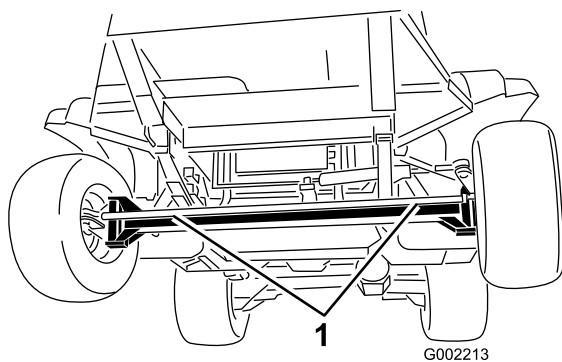
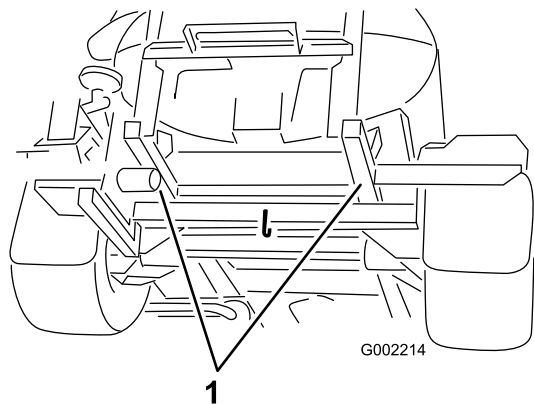

Figura 58
Figura 59
4. Applicare un cavo di traino al telaio; fate riferimento ai punti di traino anteriori e posteriori (Figura 58 e Figura 59).